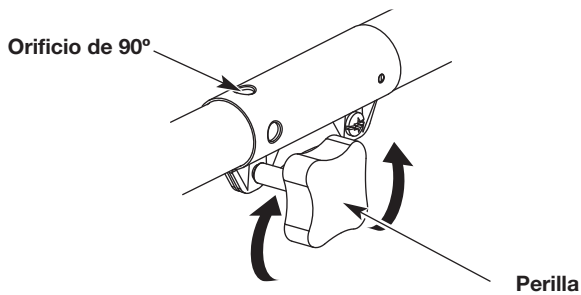

Fig. 1
1. Para aflojar, gire la perilla en sentido contrario a las agujas del reloj (Fig. 1).
3. Para apretar, gire la perilla en el sentido de las agujas del reloj (Fig. 1).
PRECAUCIÓN: Antes de operar esta unidad, cerciórese de que el botón de liberación esté completamente encajado en el orificio 90° y de que la perilla (Fig. 1) esté bien apretada. Estos accesorios deben encajarse solamente en el orificio principal. Usar un orificio incorrecto podría ocasionar lesiones personales o daños a la unidad.